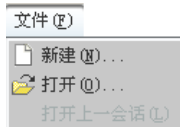

图 5.2.2 “文件”下拉菜单
Step1. 在工具栏中单击“新建文件”按钮  (或选择下拉菜单   命令, 如图 5.2.2 所示), 此时系统弹出图 5.2.3 所示的文件“新建”对话框。